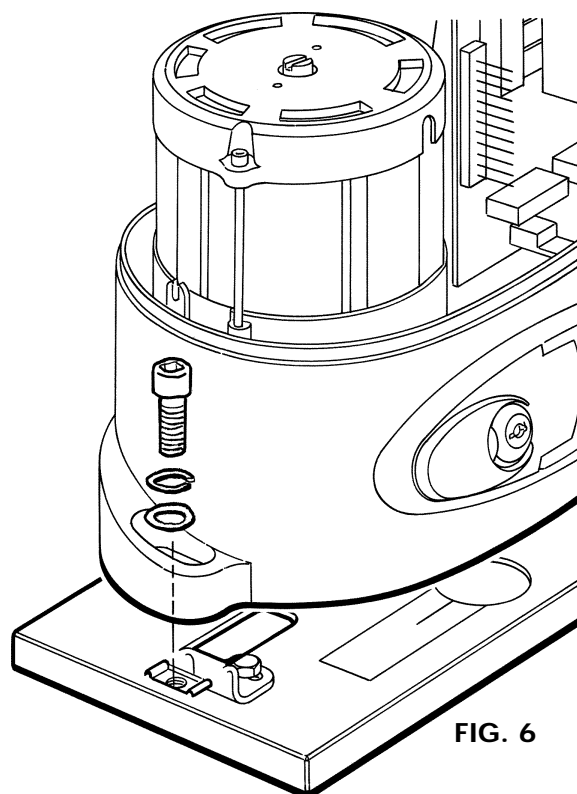

FIG. 6
Inserire le due viti a brugola (Fig. 6).
È importante bloccare energicamente le due viti a brugola (Fig. 6), assicurandosi che durante tutta la corsa del cancello, il motoriduttore sia ben saldo a terra.
Insert the two socket head screws (Fig. 6).
It is important to lock the two socket head screws tightly (Fig. 6) ensuring that the gearmotor is firmly secured to the ground during the whole gate travel.
Introduire les deux vis avec hexagone en creux (Fig. 6)
Il est important de bloquer énergiquement les deux vis avec hexagone en creux (Fig. 6) en s'assurant que durant toute la course du portail le motoréducteur est bien fixé au sol.
*Die beiden Inbusschrauben einsetzen (Abbildung 6).*
*Es ist äußerst wichtig, die beiden Inbusschrauben (Abbildung 6) fest anzuziehen, um sicherzustellen, daß der Antrieb bei der Bewegung des Tors sicher am Boden befestigt ist.*
Introducir los dos tornillos Allen (Fig. 6).
Es importante bloquear muy fuerte los dos tornillos Allen (Fig. 6), asegurándose que a lo largo de toda la carrera de la cancela, el motorreductor se encuentre bien firme en tierra.